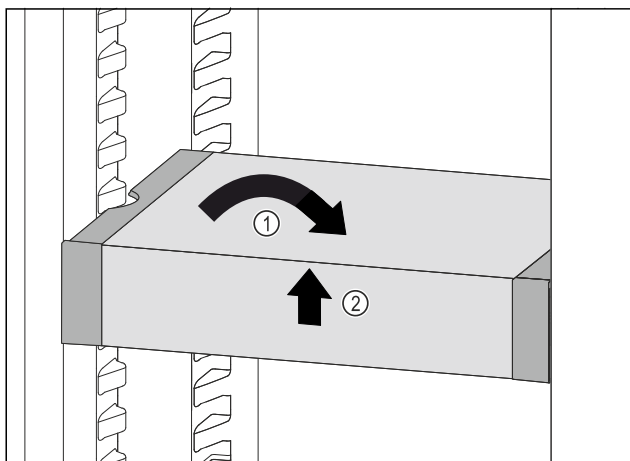

Fig. 100
- Plasser VarioSafe rett. Fig. 100 (1)
- Løft VarioSafe opp i forkant. Fig. 100 (2)